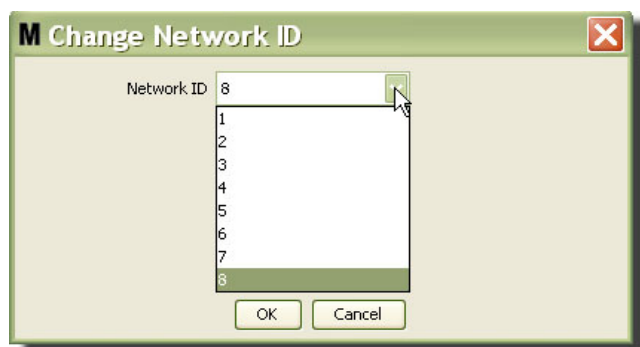

Рис. 85
3. Выберите из выпадающего списка доступных идентификаторов сети выберите значение вашего местоположения (Рис. 85). Нажмите кнопку «OK» [OK], чтобы закрыть окно и сохранить изменения.